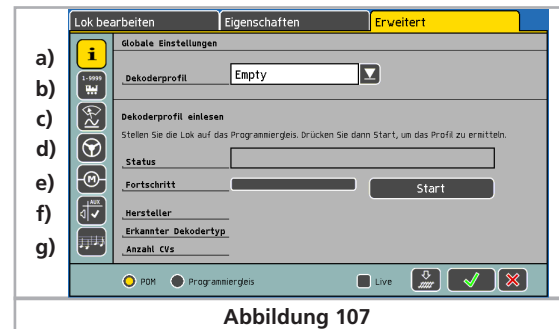

Abbildung 107
- Wechseln Sie auf den dritten Tab-Reiter mit der Aufschrift „Erweitert“. Es öffnet sich das gleiche Fenster wie in Abbildung 107 gezeigt.